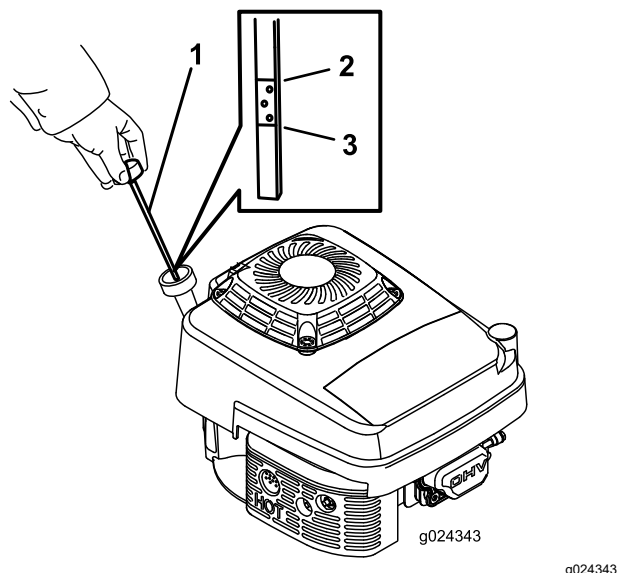

Figura 12
2. Scoateți joja rotind capacul în sens invers acelor de ceasornic și trăgându-l (Figura 12).
5. Verificați nivelul de ulei indicat pe joja (Figura 12).
- Dacă nivelul de ulei indicat de joja este prea scăzut (Figura 12), turnați cu grijă o cantitate mică de ulei detergent SAE 30 sau SAE 10W-30 în tubul de umplere, așteptați
- Dacă nivelul de ulei indicat pe joja este prea ridicat (Figura 12), îndepărtați excesul de ulei până când acest nivel va fi corect; consultați Schimbarea uleiului de motor (Pagină 20).